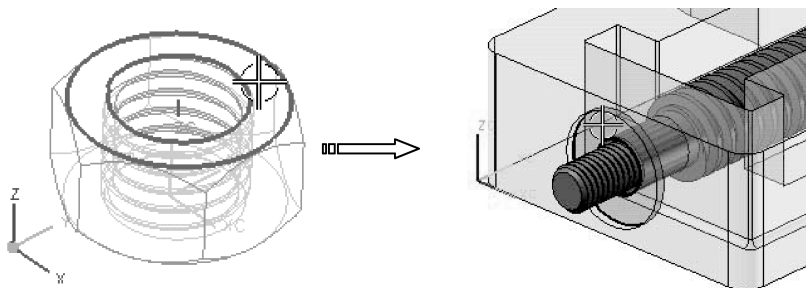

图 7-98 选择接触约束对象
- 18 以【通过约束】的定位方式打开【装配约束】对话框，以【接触对齐】约束类型选择螺母端面和底座螺孔端面作为接触约束对象，如图 7-98 所示。